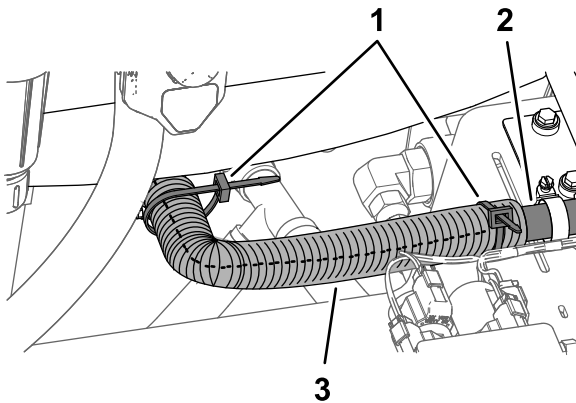

Figure 31
- Placez le gaine fendue ondulée autour du flexible (43,3 cm) entre le réservoir de rinçage et la pompe du réservoir de rinçage, et fixez la gaine avec 2 serre-câbles (Figure 31).